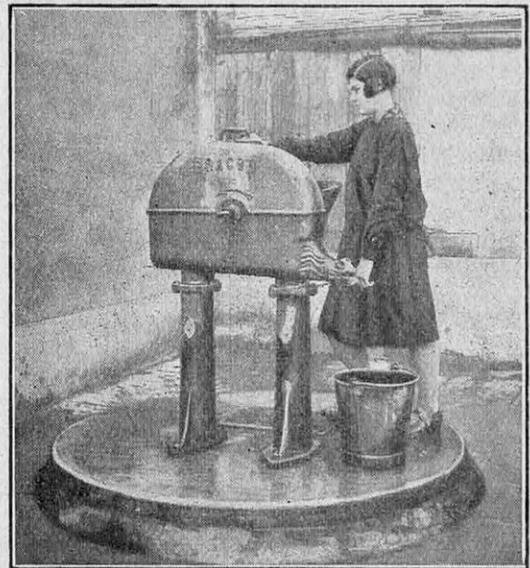

FIG. 19. — LA POMPE « DRAGOR »
La pompe *Dragor* (fig. 19), dont nous avons déjà donné la description (1), est surtout un appareil éminemment hygiénique.